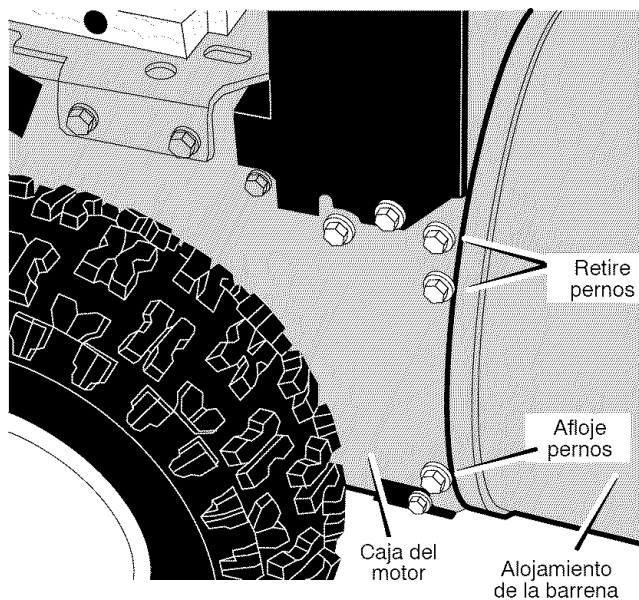

Figura 57
- Retire los cuatro **pernos** superiores que unen el **alojamiento de la barrena** y la **caja del motor**. Afloje los dos **pernos** inferiores. Ahora el **alojamiento de la barrena** y la **caja del motor** pueden separarse para retirar la correa (Figura 57).